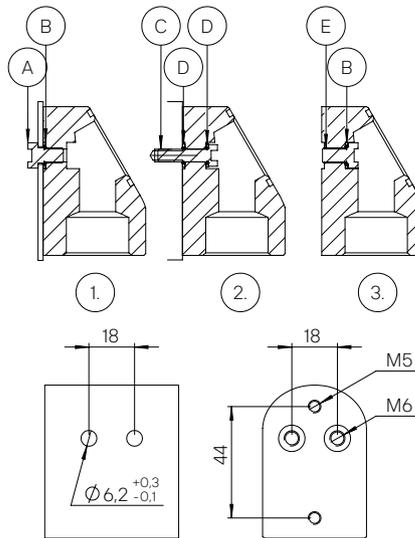

Abbildung 9
1. In Blech: Führen Sie von der Rückseite des Blechs die M6 Schrauben (Abb. 9-A) hindurch und setzen den M6 Usit-Ring (Abb. 9-B) auf. Schrauben Sie damit den Adapter fest.
2. In Vollmaterial mit M5 Gewinde: Führen Sie hierzu die M5 × 20 Schrauben (Abb. 9-C) mit aufgesetztem M5 Usit-Ring (Abb. 9-D) von der Innenseite des Adapters ein und schrauben Sie ihn an dem aufnehmenden Teil mit vorbereiteten M5 Gewinden fest.
3. Für weitere Montagearten stehen M5 Gewinde auf der Rückseite zur Verfügung, siehe Abbildung 9. Schließen Sie hierfür die Bohrungen auf der Rückseite des Adapters mit der M6 Schraube (Abb. 9-E) mit aufgesetztem M6 Usit-Ring (Abb. 9-B) wie in 1. beschrieben von der Innenseite luftdicht ab.